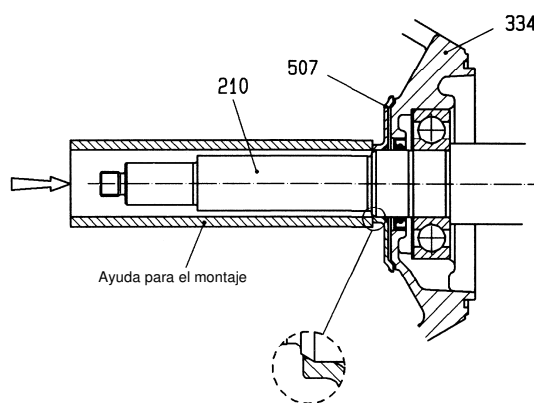

fig. 14
- Cuando atornille el soporte del cojinete (330) a la linterna (344) y la linterna al difusor en espiral (102V), coloque los tornillos en el centro de los orificios perforados. De lo contrario el ajuste del aceite podría ser incorrecto.
- Presione el dispositivo retenedor (507) en el eje (210) hasta que se coloque en posición axial con el borde del eje. Entre el dispositivo retenedor (507) y el soporte del cojinete debe quedar una holgura de al menos 0,7 mm.
- Si es necesario, utilice un destornillador para el montaje (fig. 14).